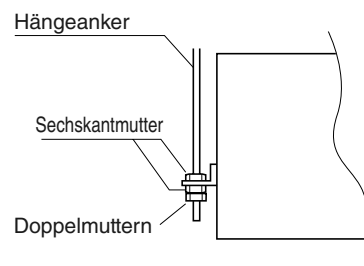

Abb. 3-193
- (3) Die drei Sechskantmutter und die beiden Unterlegscheiben (im Fachhandel erhältlich) auf jeden der vier Hängeanker schrauben, wie in Abbildung 3-193 gezeigt. Je eine Mutter und eine Unterlegscheibe für den oberen Teil sowie zwei Muttern und eine Unterlegscheibe für den unteren Teil verwenden, damit die Einheit nicht von den Hängevorsprüngen abrutschen kann.